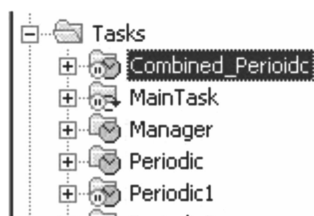

图 11-2 项目管理器列表
1. 在控制器项目管理器中，可注意到有一个连续任务和七个周期性任务。可能需要最小化任务文件夹。名为 Manager 的周期性任务用于处理其他任务属性。当前，该连续任务和五个周期性任务都已禁用，因此它们不会执行，如图 11-2 所示。